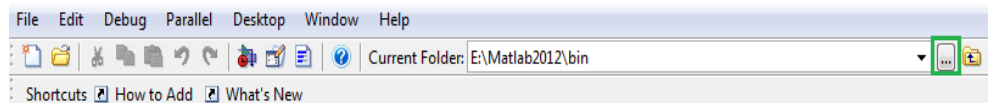

Figura 6. Opción cambio carpeta de trabajo Matlab Posición.
- Abra *Matlab*, cambie la localización actual del folder de trabajo de Matlab a la carpeta *ControladorPID*, haciendo click sobre la imagen del recuadro verde de la Figura 6.